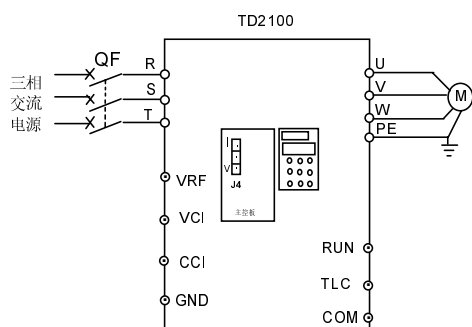

图4-3 面板控制运行配线图
如图4-3所示。
- (1)按图4-3接线后上电；
- (2)用PANEL/REMOTE键切换到面板控制方式；
- (3)按PRG键进入编程状态；
- (4)读F00参数，修改为1；
- (5)读F02参数，并修改为30Hz；
- (6)读F03参数，修改为0；
- (7)读F24参数，修改为0；
- (8)按PRG键回到停机状态；
- (9)按RUN键运行；
- (10)按STOP键减速停止；
- (11)断电。